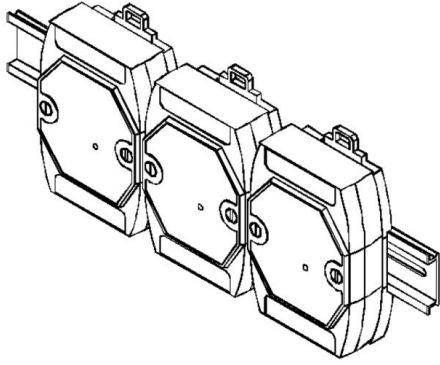
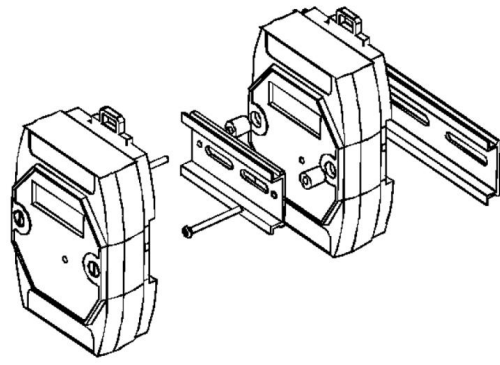

图 8
图 9
DAM-3503N (T) 系列模块可方便的安装在 DIN 导轨、面板上（如图 8），还可以将它们堆叠在一起（如图 9），方便用户使用。信号连接可以通过使用插入式螺丝端子，便于安装、更改和维护。